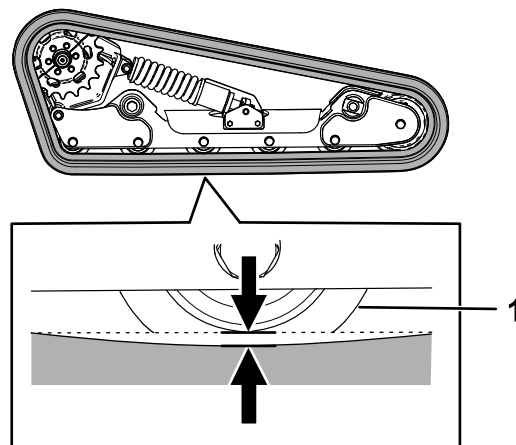

Bild 56
Eine Seite der Maschine anheben/abstützen und mit dem Gewicht der Kette prüfen, ob der Abstand zwischen der Unterseite der Lippe des Straßenrads und der Kette 13 mm beträgt, wie in Bild 56 dargestellt. Stellen Sie sonst die Kettenspannung mit den folgenden Schritten ein.
5. Drehen Sie die Spannschraube mit einer $\frac{1}{2}$ " Antriebsknarre, bis die Auslenkung der Kette 13 mm beträgt, wie in Bild 56 dargestellt.
9. Kontrollieren Sie, dass die Auslenkung der Kette 13 mm beträgt, wie in Bild 56 dargestellt. Stellen Sie sie bei Bedarf ein.
20. Drehen Sie die Spannschraube mit einer ½" Antriebsknanne gegen den Uhrzeigersinn, bis die Auslenkung der Kette 12,7 mm beträgt, wie in **Bild 56** dargestellt.
25. Kontrollieren Sie, dass die Auslenkung der Kette 12,7 mm beträgt, wie in **Bild 56** dargestellt.